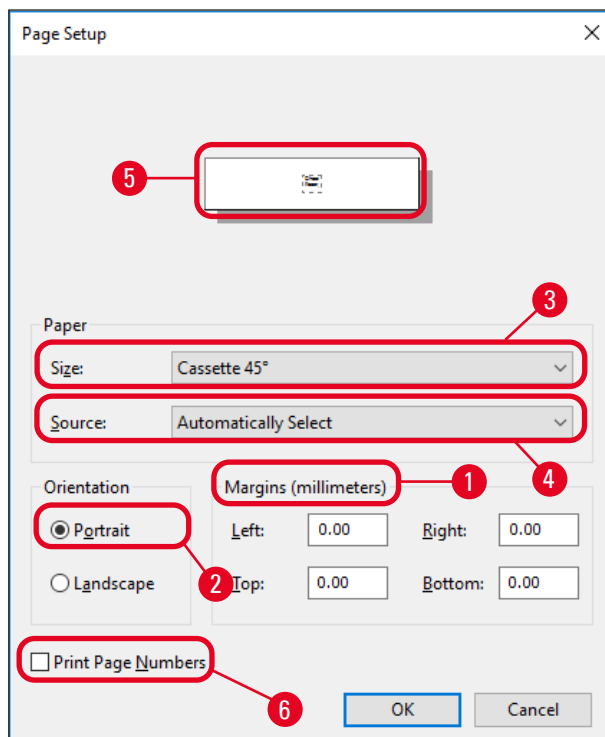

Fig. 46
3. Primeiro, as configurações de página devem ser selecionadas: Clique em **File** > **Page Setup** (Arquivo > Configuração de página) para a abrir a caixa de diálogo de configuração de página **Page Setup** (→ "Fig. 46").